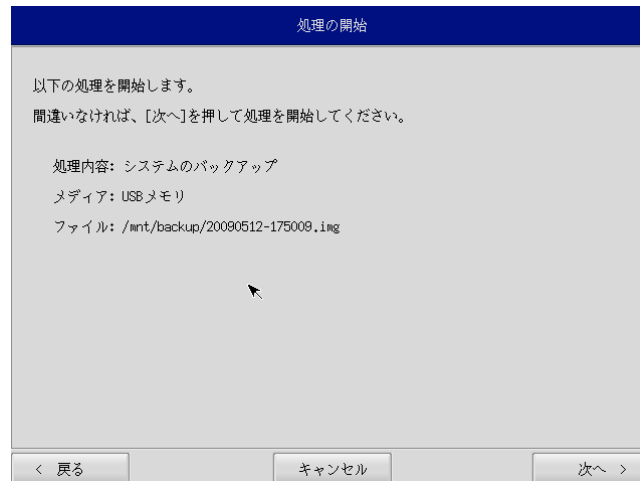

図 6-3-4. 確認画面
- ⑨ 確認画面（図 6-3-4）が表示されます。メディア、保存ファイルを確認します。[次へ]ボタンを押します。